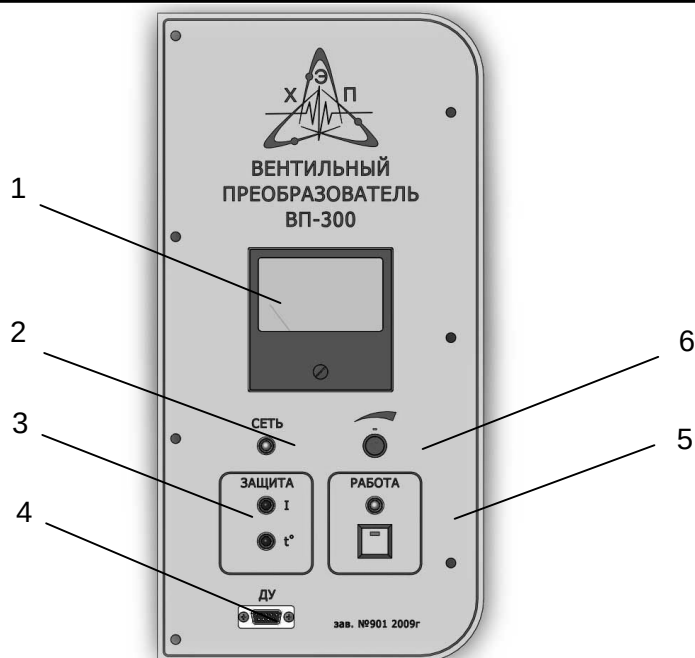

Рисунок 2. Панель управления.
1.5.9. После подачи питающих напряжений загорается индикатор «Сеть» на панели управления (Рисунок 2, поз. 2).
1.5.10. Настройка выходного тока производится вращением ручки регулятора тока (Рисунок 2, поз. 6).
1.5.11. При нажатии на кнопку «Работа» загорается индикатор «Работа» (Рисунок 2, поз. 5), открываются силовые тиристоры на угол, соответствующий положению ручки регулятора тока. Значение выходного тока отображается на стрелочном индикаторе (Рисунок 2, поз. 1).
1.5.12. При превышении значения выходного тока 320 А силовые тиристоры закрываются, загорается индикатор «Защита - I» на панели управления (Рисунок 2, поз. 3), индикатор